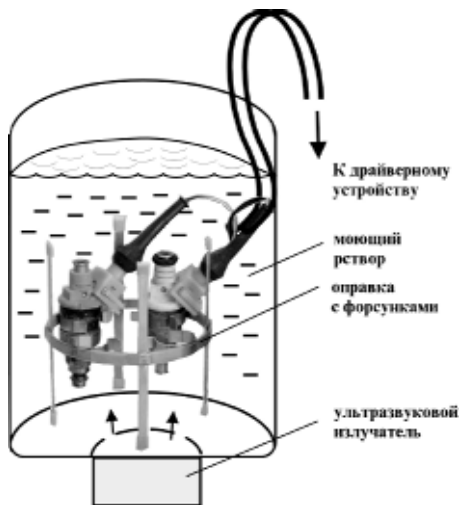

Рис.5.
8.12. После установки оправки с форсунками на дно ванны моющий раствор должен полностью покрывать форсунки, зафиксированные в оправке. Рис.5. (второй этап). При этом в случае использования оправки на две форсунки два свободных разъема кабеля драйверного устройства должны располагаться вне рабочего объема ультразвуковой ванны.